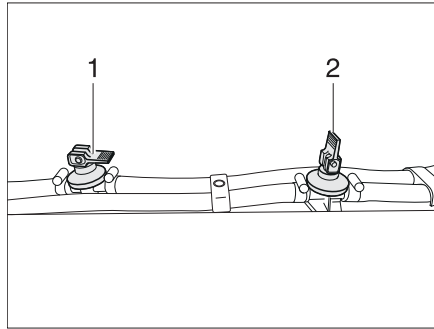

Bild 294 Ablasshahn
- Alle Ablasshähne öffnen. Dazu den Kipphebel (im Bild 294,2) senkrecht stellen.